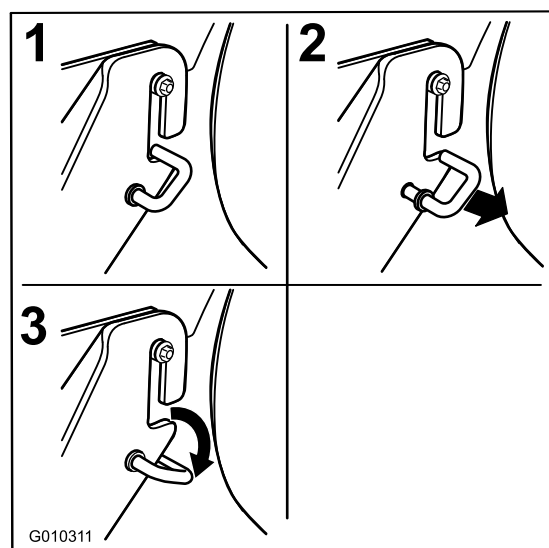

Figure 71
1. Décrochez les crochets en J à ressort de la fente des supports des pattes de fixation arrière de chaque côté du plateau (Figure 71).
6. Montez le support avant du plateau de coupe sur les pattes de fixation avant et fixez-les avec une rondelle et une goupille fendue (Figure 71).